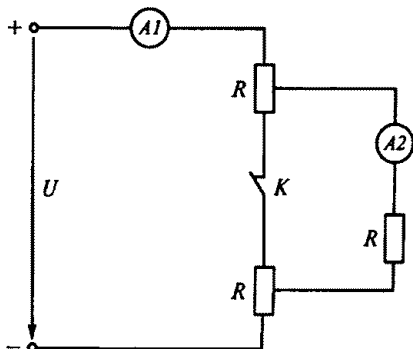

Рис. 17
1.31.Р. Изменятся ли показания приборов $A1$ и $A2$ после размыкания ключа K в цепи, показанной на рис. 17?